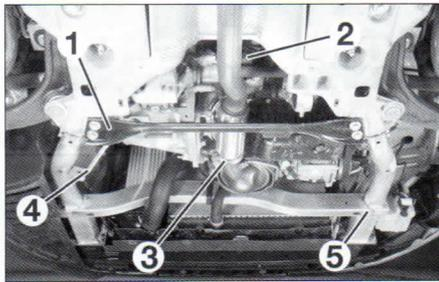
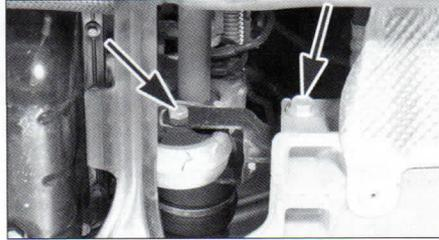

FIG. 4
FIG. 5
- la barra de refuerzo (1) de la cuna (fig. 4).
- el depósito de depresión (2) detrás del motor.
- Separar la línea de escape (3), para no deteriorar
- Desembridar las tuberías de asistencia de dirección (4) del cuadro de refuerzo de la cuna (fig. 4).
- el cuadro de refuerzo de la cuna (5).
- el tirante antibasculamiento (fig. 5).
- sustituir la abrazadera del flexible de escape (3) (fig. 4).